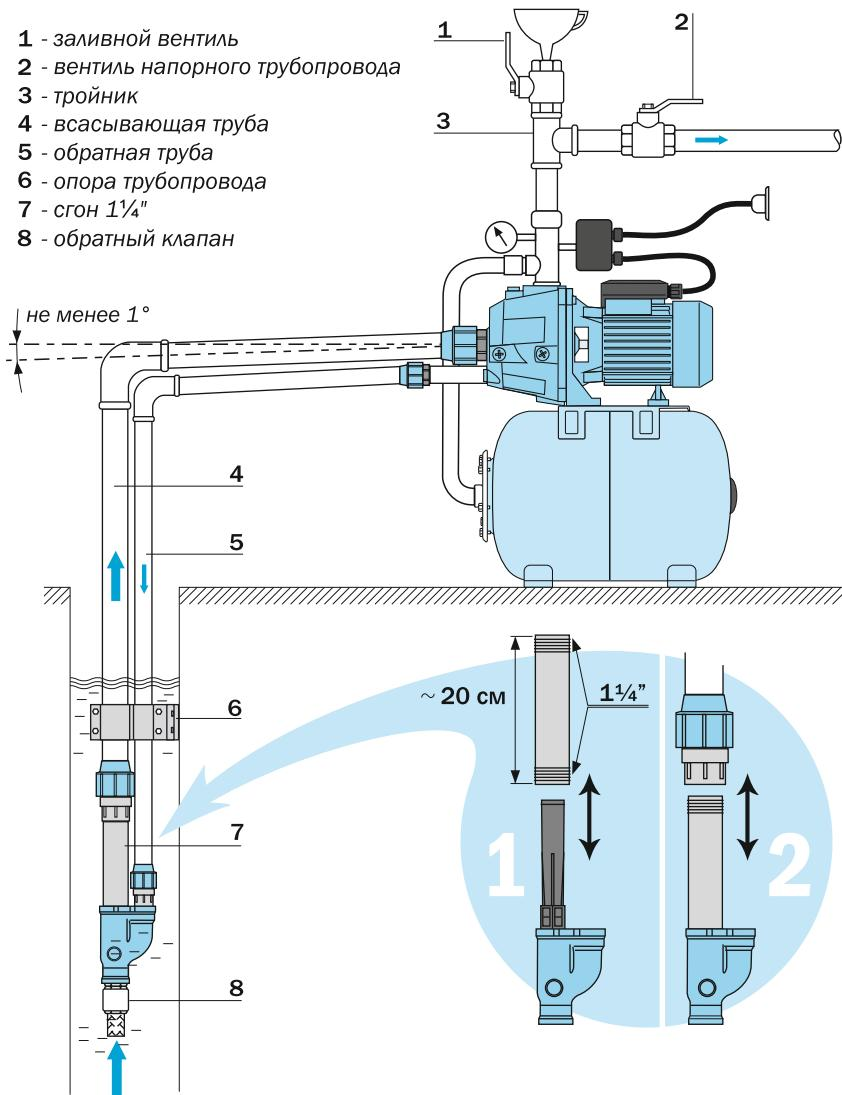

рис. 6
Схема монтажа представлена на рис.6.
Присоединение трубопроводов к насосу должно осуществляться без каких-либо перекосов и напряжений. Трубопроводы должны иметь собственные опоры (поз.6 на рис.6), чтобы их вес не передаваться на насос. В противном случае это может повредить его.
- Для облегчения процедуры заполнения насоса и всасывающей магистрали водой предлагается установить дополнительный заливной вентиль 1 (рис.6) во всасывающей магистрали. В рабочем состоянии этот вентиль должен быть закрыт.
- Для насосной станции рекомендуется в напорной магистрали на выходном патрубке установить вентиль 2 (рис.6). Он пригодится при регулировке реле давления, позволяя, не отходя от насосной станции, перекрывать и открывать напорную магистраль. Кроме того, при демонтаже станции он будет препятствовать вытеканию воды из напорной магистрали.
Перед вводом в эксплуатацию корпус насоса и всасывающая магистраль тщательно заполняются водой через заливное отверстие 6 (рис.4), либо через заливной кран 1 (рис.6). После заполнения заливное отверстие или заливной кран должны быть герметично закрыты.
- закрыть вентиль 2 (рис.6);
2. Вращением гайки(3) одновременно регулируется давление пуска (нижняя настройка) и давление отключения (верхняя настройка). Вращение по часовой стрелке одновременно увеличивает обе настройки, вращение против часовой стрелки – уменьшает.
3. Вращением гайки(4) регулируется разность между нижней и верхней настройкой. При этом нижняя настройка не меняется, а меняется значение верхней настройки. Вращение по часовой стрелке увеличивает значение верхней настройки; против часовой стрелки – уменьшает.
4. Значения настроенных давлений контролируются по манометру при закрытии и открытии вентиля 2 в напорной магистрали (рис.6).